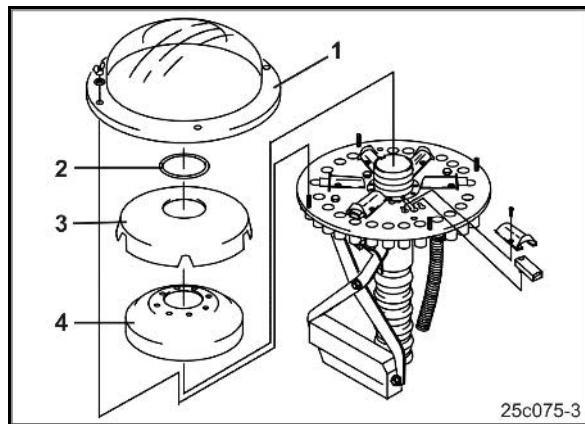

Рис. 134
2. Выверните и извлеките стержневой указатель уровня жидкости (Рис. 134/1).